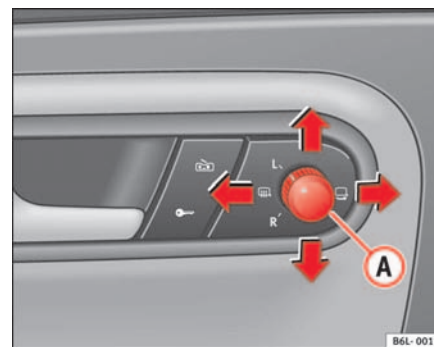

Abb. 70 Drehknopf für Außenspiegeleinstellung
1. Drehen Sie den Drehknopf ⇒ Abb. 70 in Stellung **L (linker Außenspiegel)**.
- Drehen Sie den Knopf auf die Position zum Entfernen von Beschlag  ⇒ Seite 107, Abb. 70
- Drehen Sie den Drehknopf ⇒ Seite 107, Abb. 70 in Stellung , um die Außenspiegel anzuklappen. Sie sollten die Außenspiegel immer anklappen, wenn Sie eine automatische Waschanlage durchfahren, um Beschädigungen zu vermeiden.